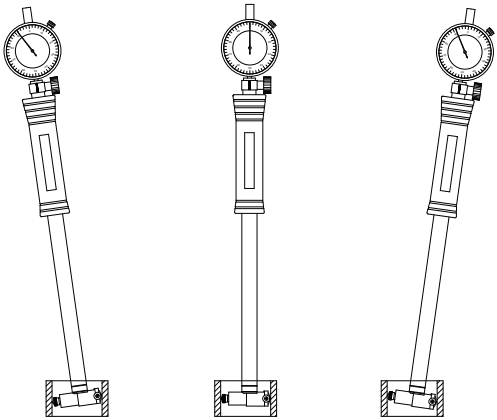

Abb. 1
- Nullpunkt setzen (z.B. als Einstellringlehre): Setzen Sie die Bohrungslehre in den Einstellring ein und schwenken Sie die Bohrungslehre (Abb.1), um den 'Drehpunkt' des Zeigers zu finden. Lösen Sie die Feststellschraube der Lünette und drehen Sie die Lünette so, dass die 'Nulllinie' mit dem 'Wendepunkt' übereinstimmt, dann ziehen Sie die Feststellschraube der Lünette fest. Das Bohrungsmessgerät mehrmals wackeln, um sicherzustellen, dass die 'Nulllinie' mit dem 'Wendepunkt' übereinstimmt.